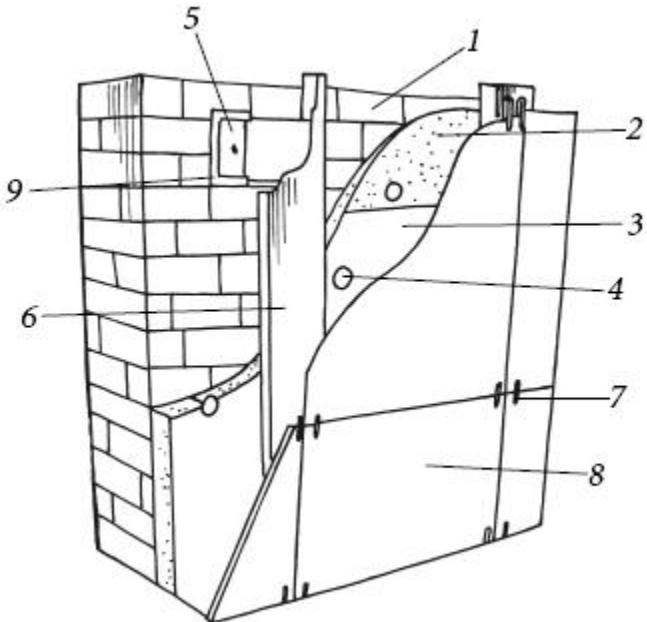

Рис. 11. Общая схема навесного
5. На направляющие профили устанавливают облицовочные панели, начиная с нижнего ряда. Между плитами утеплителя и облицовкой остается воздушный зазор, являющийся основной целью устройства вентфасада (рис. 11). Панели облицовки устанавливают на направляющие профили с помощью специальных крепежных элементов кляммеров.